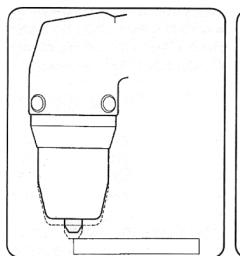
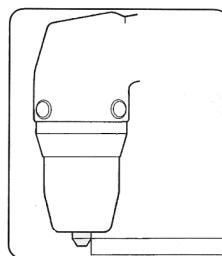

Figure 2a
Figure 2b
- Commencer à couper tel comme indiqué dans la Fig. 2a, en évitant des coups de la torche sur la pièce à couper - Fig. 2b.